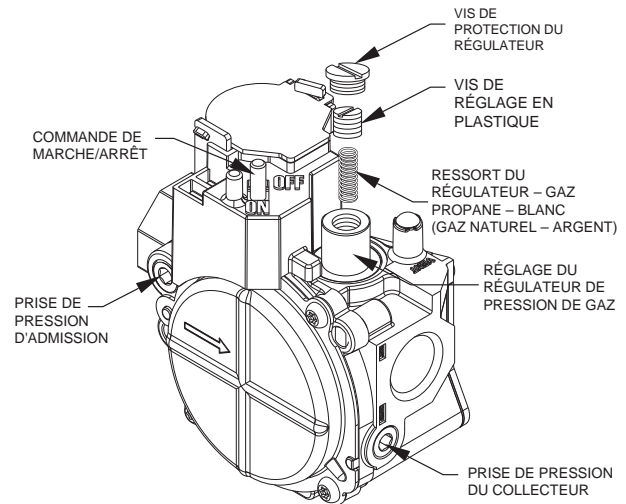

Figure 13 – Vanne de gaz à une phase
1. Retirez la vis de protection du régulateur qui recouvre la vis de réglage en plastique sur la vanne de gaz (consultez la fig. 13).
2. Tournez la vis de réglage en plastique dans le sens horaire pour augmenter le débit de gaz ou dans le sens antihoraire pour le diminuer (consultez la fig. 13). La pression dans le collecteur doit être entre 3,2 et 3,8 po de colonne d'eau.
3. Remettez la vis de protection du régulateur en place sur la vanne de gaz (consultez la fig. 13).